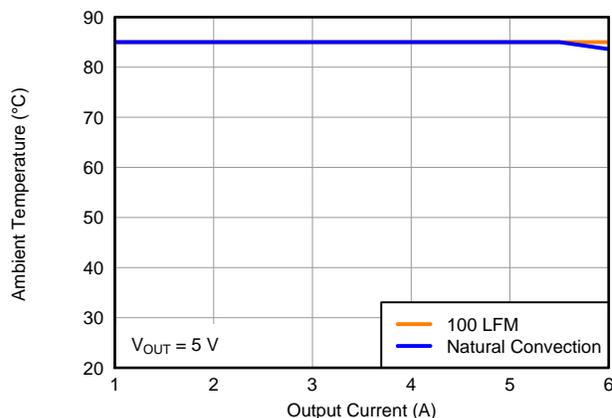
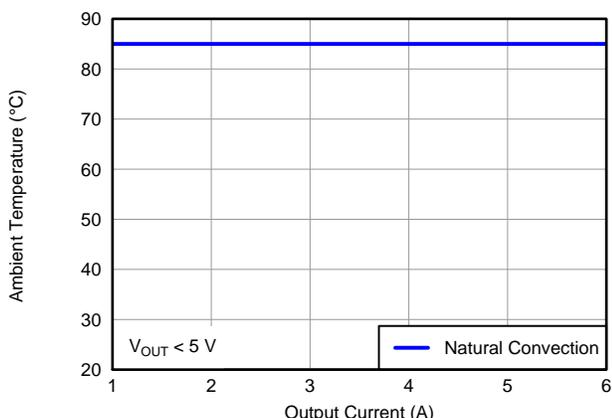

Figura 14. Área de operação segura
Figura 15. Área de operação segura
- (2) As curvas apresentadas em função da temperatura representam as condições nas quais os componentes internos estão dentro ou abaixo das temperaturas máximas de operação estabelecidas pelo fabricante. Os limites de alteração se aplicam a dispositivos soldados diretamente em uma PCB dupla de 100 mm x 100 mm com 1 onça (228 gramas) de cobre. Aplica-se à Figura 14 e Figura 15.